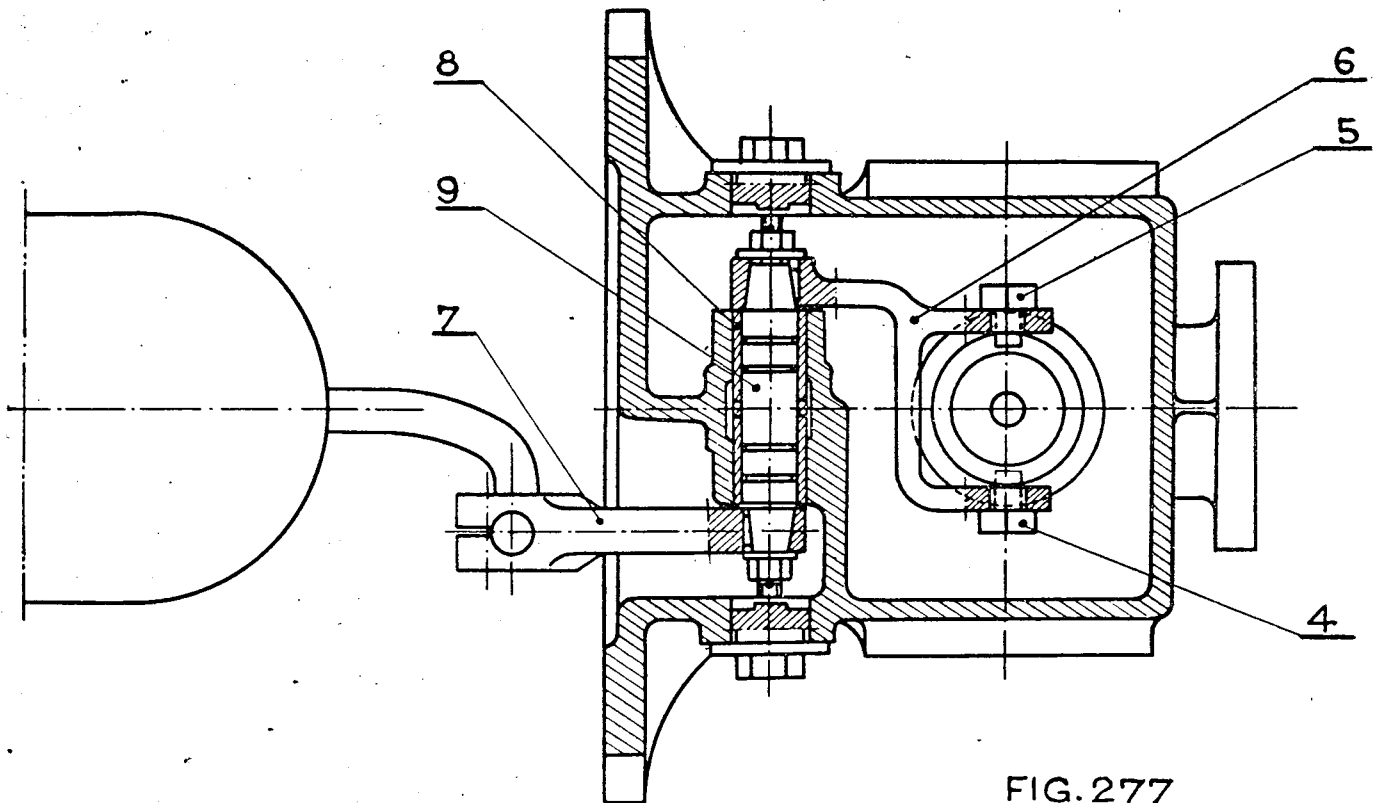

FIG. 277
**d) Régulateur de niveau de la chambre d'eau chaude (fig. 277).**